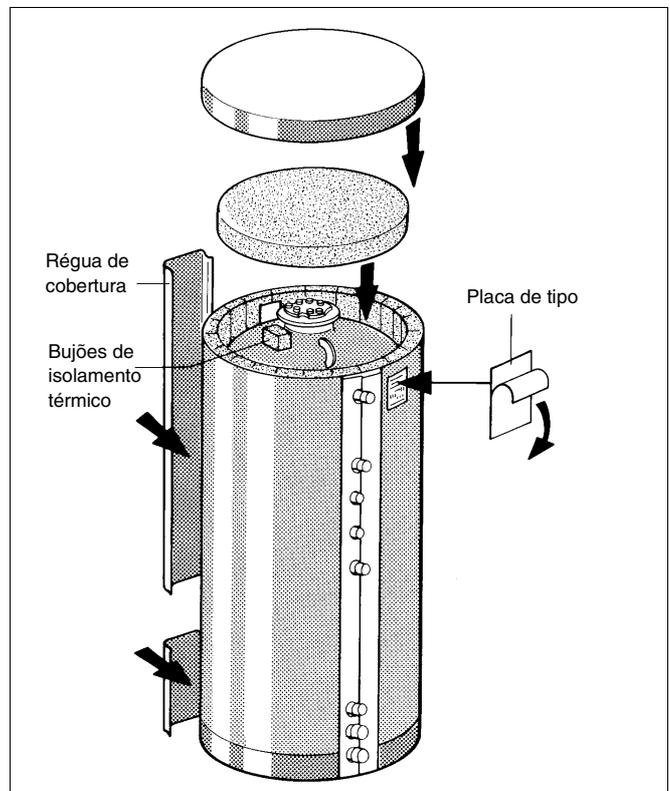

Fig.8 Ilustração do princípio
- Colocar o bujão de isolamento térmico rectângular no espaço previsto, pelo interior (fig. 8).
- Colocar o disco de isolamento térmico superior na tampa de acesso de modo a que fique alinhado com o manto de isolamento térmico (fig. 8).
- Colocar a tampa do reservatório (tampa em material sintético) por cima do disco de isolamento térmico e do bordo do manto de isolamento térmico (fig. 8).
- Encaixar a régua da cobertura na régua de fecho do manto de isolamento térmico (fig. 8).
- Retirar a película de protecção do verso da placa de identificação e colar em cima à direita, ao lado da tubuladura "AB" (fig. 8).
- Colocar os discos de isolamento térmico superiores (fig. 8).
- Colocar a tampa do reservatório (tampa sintética) por cima do disco de isolamento térmico e do bordo do manto de isolamento térmico (fig. 8).